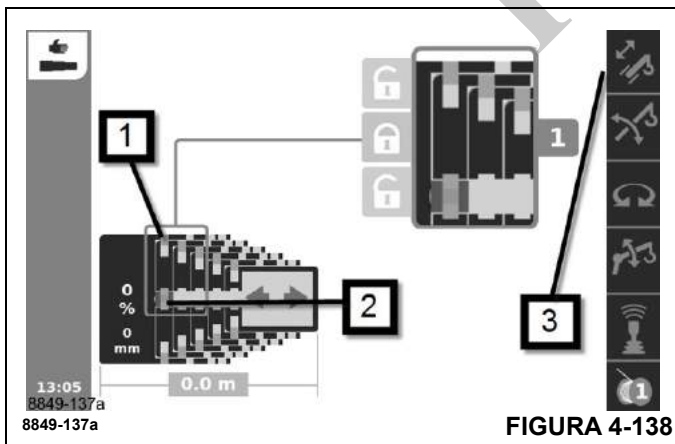

FIGURA 4-138
- Mecanismo telescópico activado – símbolo (3), (Figura 4-138), verde.
- Sección telescópica bloqueada – símbolo (1), (Figura 4-138), verde.
- Cilindro telescópico bloqueado – símbolo (2), (Figura 4-138), rojo.